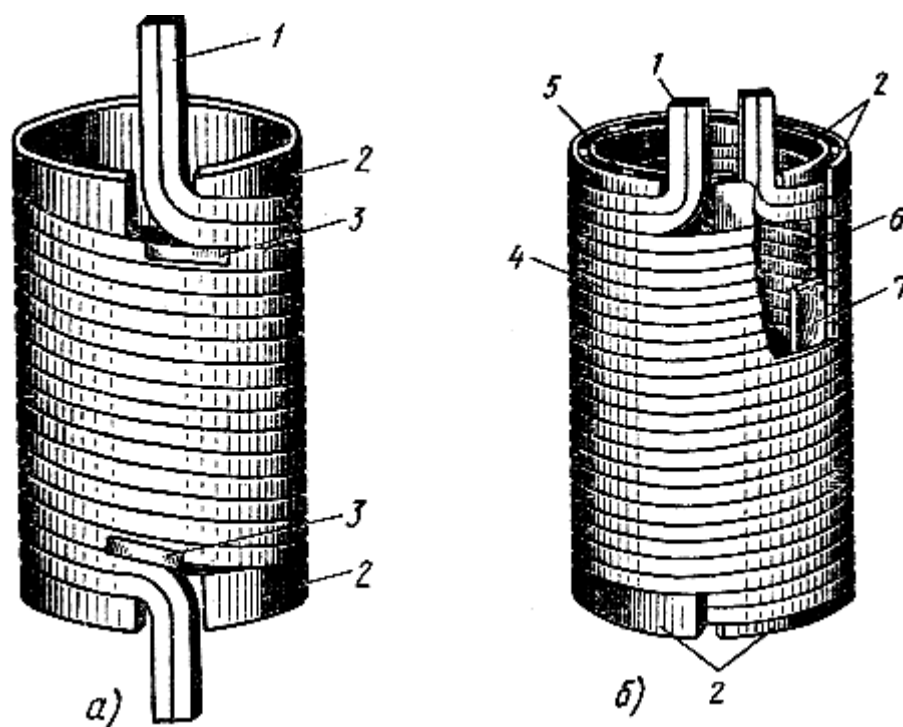

Рис.9. Цилиндрические обмотки:
**Ремонт обмоток** (рис.9, а, б) в большинстве случаев сводится к замене клиньев, прокладок и других изолирующих обмотку элементов. Для проводов прямоугольного профиля большого сечения обычно ограничиваются заменой повреждённой витковой изоляции. Переизолировка провода небольших однослойных катушек, как правило, выполняется вручную.